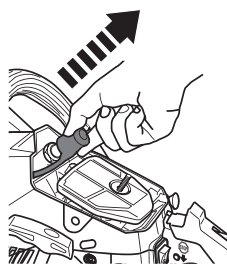

Fig. 56
1. Démontez le couvercle du filtre (7) puis sortez le filtre à air (8) de la manière décrite ci-dessus.
2. Débranchez le connecteur de la bougie (Fig. 56).